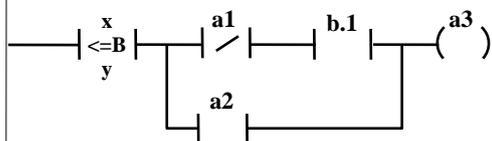

Рис. 7. Программа для примера решения варианта 1 по теме 1.
Заданный для варианта 1 алгоритм приведен на рис. 6, а программа в редакторе LAD - на рис.7.
- аналогично выбрать блок B\_1 (преобразование из формата байта в формат Integer) в папке Convert, блоки ADD\_I и MUL\_I (сложение и умножение в формате слова) в папке Integer Math и заполнить поля соответствующих параметров (рис. 7);
3. Записать вторую сеть Network2. Здесь (рис. 7), кроме блока сравнения  $\uparrow < \text{V} \downarrow$ , присутствуют только битовые операции. Поэтому после записи этого блока необходимо:
- Ввести параметры контактов в соответствии с рис. 7.
4. Записать третью сеть Network3 (рис. 7).